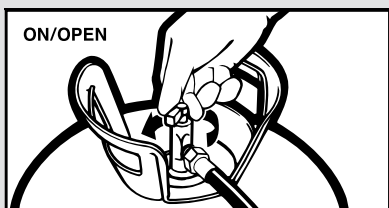

Figure 2
3. Ouvrez le robinet de la bonbonne (voir figure 2), en vérifiant que le produit chimique s'écoule bien dans les tuyaux transparents. Trois tours suffisent pour ouvrir le robinet.